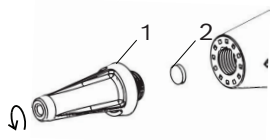

Fig. 12: Éléments de la sonde
- ! Pour assurer un parfait fonctionnement et une longue durée de la sonde, son filtre doit être remplacé lorsqu'il est visiblement sale ou lorsque le message de la Fig. 12 est affiché. Le CS LD 1.0 comptabilise le nombre d'heures d'utilisation et avertit l'utilisateur lorsque le moment est venu de remplacer le filtre.
- o Le signal d'avertissement représenté sur la Fig. 12 s'affiche à la mise sous tension lorsque le temporisateur interne du CS LD 1.0 a comptabilisé environ 30 heures d'utilisation cumulée.
Lorsque le message 'Contrôler le filtre de la sonde' (Fig. 12) est affiché, l'utilisateur est invité à consulter les instructions suivantes dans ce guide d'utilisation.